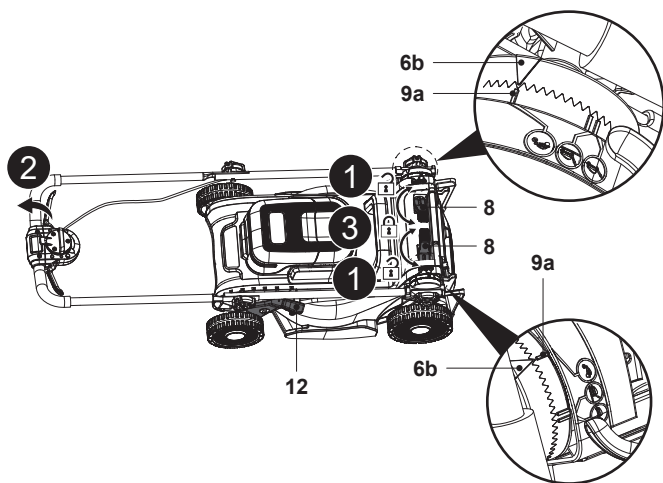

Fig. 23
1. Desligue a máquina e remova a bateria (24) antes de a armazenar.
- Retire o recipiente de recolha de relva (7)/encaixe do triturador (23).
- Desaperte as duas alavancas de aperto (8) e, em seguida, dobre completamente o conjunto da pega (Fig. 23, passos 1, 2).
- Fixe as ligações bloqueando as duas alavancas de aperto (8) e certifique-se de que o triângulo de indicação (6b) está alinhado com o indicador de estacionamento (9a) para evitar a dispersão (Fig. 23, passo 3).
8. Recomenda-se que guarde o corta-relva com o recipiente de recolha de relva (7) fixo ao corta-relva e o encaixe do triturador (23) instalado no corta-relva (Fig. 23).